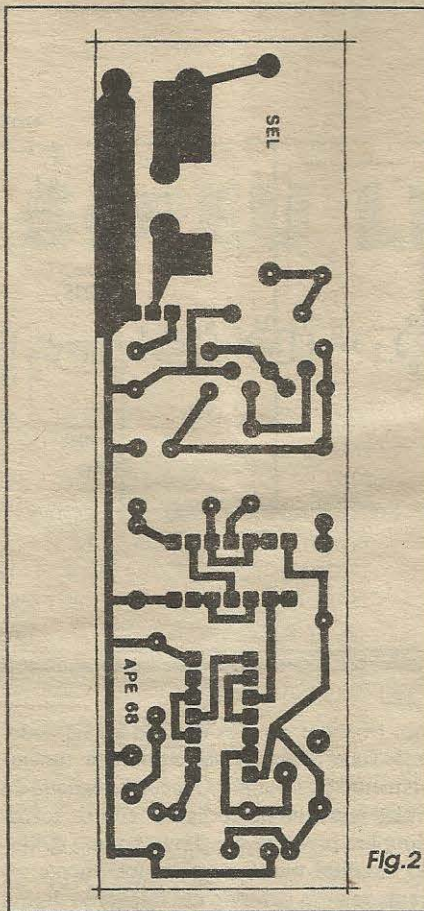

Fig.2
- FIG. 2 - LAY OUT DO CIRCUITO IMPRESSO ESPECÍFICO - Simples, sem grandes complexidade de desenho, o padrão cobreado do circuito impresso específico pode ser facilmente copiado e processado pelo leitor/hobbysta atento, a partir do diagrama que está em tamanho natural (escala 1:1). A única (e eterna...) recomendação é uma criteriosa conferência ao final, especialmente numa placa para circuitos do tipo do SEL, que envolve (em algumas áreas da placa...) o trânsito de correntes e tensões em nível elevado... Só de *olhar* o diagrama já dá pra notar as grandes áreas cobreadas, com trilhas e i-